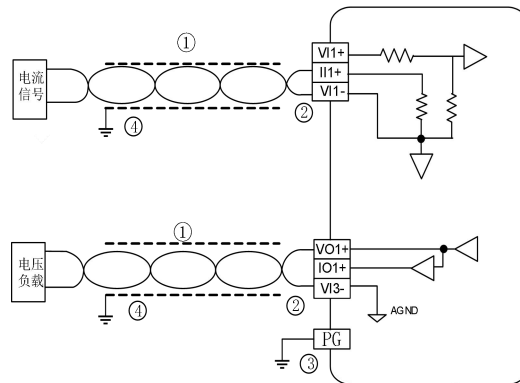

图 2-4 用户端子布线示意图
用户端子布线要求，请参见图 2-4。①~④ 表示布线时必须注意的事项：
- ① 模拟信号线建议使用双绞屏蔽电缆，电缆应远离动力电源线。
- ② 任何模式下，注意不要将电压、电流端子短接。
- ③ 将模块的接地端良好接地，不要使用用户端子上的空脚。
- ④ 将信号线屏蔽层良好接地。